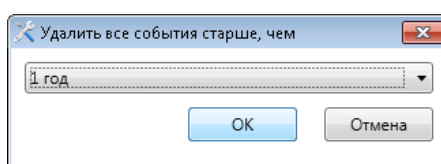

Рисунок 8.10 — Удаление старых событий
- В открывшемся окне *Удалить все события старше, чем...* (см. рисунок 8.10) выберите необходимый период и нажмите кнопку *ОК*.